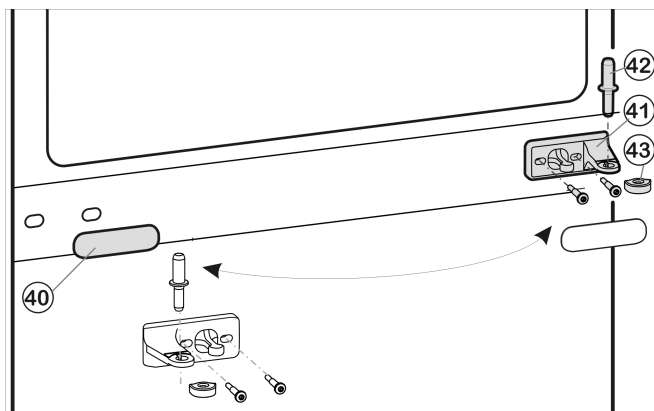
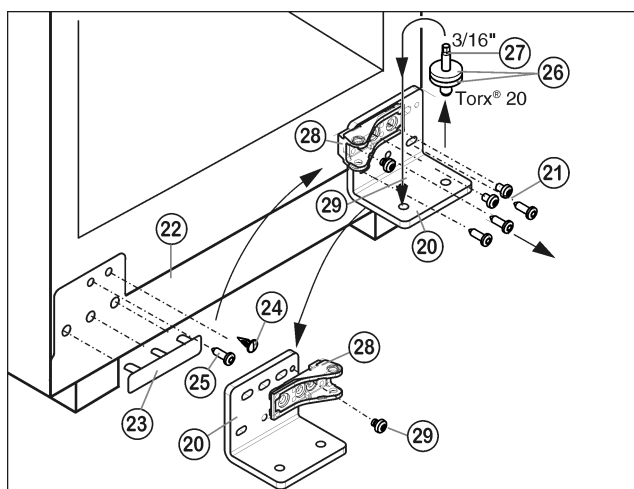

Fig. 18
Fig. 19
- Extraiga el perno de cojinete intermedio *Fig. 18 (42)* del soporte de cojinete y de la puerta inferior.
- Retire la tapa de plástico *Fig. 18 (43)*.
- Extraiga con cuidado el panel de protección Fig. 18 (40).
- Cambie de sitio el soporte de cojinete intermedio Fig. 18 (41) con la lámina protectora en el nuevo lado de la bisagra girándolo 180° y atorníllelo **con 3 lb-ft (4 Nm)** para fijarlo.
- Vuelva a encajar el panel de protección Fig. 18 (40) girándolo 180° en el nuevo lado del tirador.
- Desatornille Fig. 19 (21) el soporte de cojinete Fig. 19 (20) junto con el perno de cojinete Fig. 19 (27). Al hacer esto, sujete el panel Fig. 19 (22) para que no se caiga.
- Desmonte con cuidado la cubierta en el lado del tirador Fig. 19 (23) y los tapones Fig. 19 (24) y cámbielos al lado opuesto.
- Desenrosque el tornillo Fig. 19 (25) y cámbielo al lado opuesto. Al hacer esto, sujete el panel para que no se caiga.
- Desatornille la pieza de cojinete Fig. 19 (28) y vuélvala a atornillar Fig. 19 (29) girándola 180°.
- Desatornille el perno de cojinete Fig. 19 (27), cámbielo de sitio junto con la arandela de cojinete y el anillo de cojinete Fig. 19 (26) y atorníllelo **con 3 lb-ft (4 Nm)** para fijarlo.
- Vuelva a atornillar Fig. 19 (21) el soporte de cojinete Fig. 19 (20) en el nuevo lado de la bisagra **con 3 lb-ft (4 Nm)** ; dado el caso, utilice un destornillador de batería. Monte primero el tornillo intermedio inferior y, después, los demás tornillos.
- Coloque la puerta desde arriba sobre el perno de cojinete inferior Fig. 19 (27).
- Vuelva a colocar la tapa de plástico Fig. 18 (43) en el soporte de cojinete intermedio Fig. 18 (41).
- Inserte en la puerta inferior el perno de cojinete intermedio Fig. 18 (42) en el nuevo lado de la bisagra a través del soporte de cojinete intermedio Fig. 18 (41).
- Coloque la puerta desde arriba sobre el perno de cojinete intermedio Fig. 18 (42).
- ▶ Desenrosque el tornillo intermedio del soporte de cojinete inferior *Fig. 19 (20)*.
- ▶ Dado el caso, alinee la puerta a través de los dos agujeros oblongos en el soporte de cojinete inferior *Fig. 19 (20)* y el soporte de cojinete intermedio *Fig. 18 (41)* a ras de la carcasa del aparato.